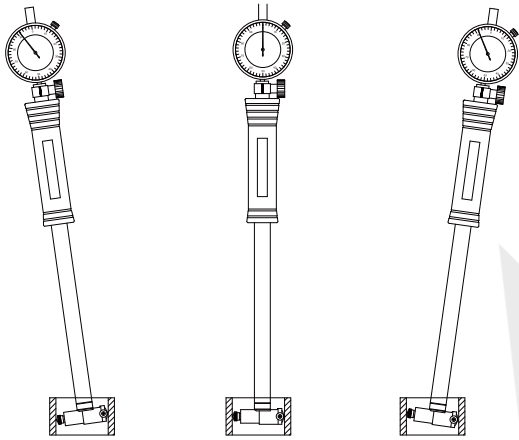

Abb. 1
- (1) Set Größe: Wählen Sie Amboss, Verlängerungsstange und Unterlegscheibe entsprechend der Größe des Werkstücks, dann installieren Sie sie als folgende Zahlen, bitte machen jedes Teil gleichmäßig installiert werden.
- (2) Kalibriermaß einstellen: Einstellring, Bügelmessschraube oder Standardbohrung mit bekanntem Durchmesser und Genauigkeit auswählen, Messflächen mit weichem Tuch reinigen.
- (3) Nullpunkt setzen (z.B. als Einstellringlehre): Bohrungslehre in den Einstellring einführen und die Bohrungslehre wackeln lassen (Abb.1), um den "Taumelpunkt" des Zeigers zu finden. Lösen Sie die Feststellschraube der Lünette und drehen Sie die Lünette so, dass die "Nulllinie" mit dem "Wendepunkt" übereinstimmt, dann ziehen Sie die Feststellschraube der Lünette schraube. Die Bohrungslehre mehrmals wackeln lassen, um sicherzustellen, dass die "Nulllinie" mit dem "Wendepunkt" übereinstimmt.